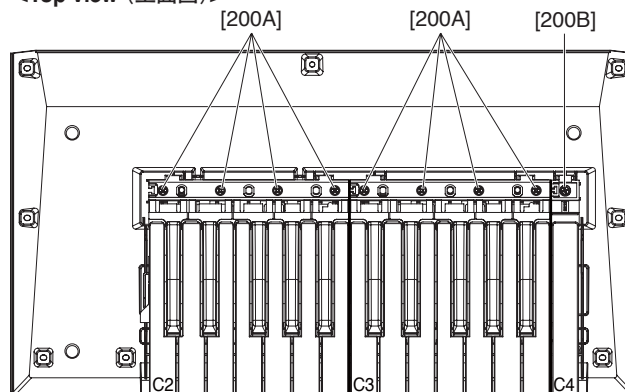

Fig. 4 (図4)
7-2-1. White and black keys for one octave unit are integrated as a set. There are two sets in total. Only the C4 white key, unlike the other keys, is not integrated in a set. (Fig. 4)
7-2-2. To remove a set, remove four (4) each screws marked [200A]. The white and black keys in the set can then be removed. (Fig. 4)
After removing the screws, unhook the two (2) hooks of the black keys from the bottom side of the lower case assembly, and remove the set of white and black keys by pulling toward you slightly and lifting them. (Fig. 4, Photo 2)
7-2-3. To remove the white key C4, remove the screw marked [200B], unhook the hook of this white key C4 from the bottom side of the lower case assembly, and pull out toward you. (Fig. 4)
7-3-1. Remove the white and black keys corresponding to the rubber contacts to be removed. (See Fig. 4, Fig. 5 and procedure 7-2.)
7-2-1. 白鍵、黒鍵は、左側から 1 オクターブ単位のセットになっていて、全部で 2 セットあります。C4 鍵は白鍵 1 個のみです。(図 4)
7-2-2. セットのものは、[200A] のネジ 4 本ずつ外してそれぞれ 1 セット分の白鍵・黒鍵を外すことができます。(図 4)
ネジを外した後、下ケース Ass'y の底面から黒鍵のフックを 2 つ外し、白鍵・黒鍵を少し手前に引きながら持ち上げて、1 セット分を外します。(図 4、写真 2)
7-2-3. C4 の白鍵は、[200B] のネジ 1 本を外し、下ケース Ass'y の底面からこの白鍵のフックを 1 つ外して、手前に引きながら外します。(図 4)
7-3-1. 外そうとする接点ゴムに対応した白鍵・黒鍵を外します (図 4、図 5、7-2 項参照)